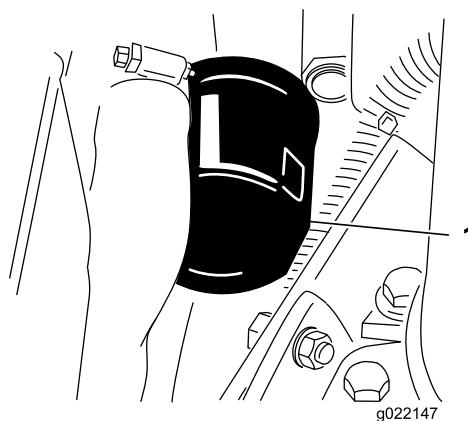

Figura 54
3. Retire el filtro de aceite (Figura 54).